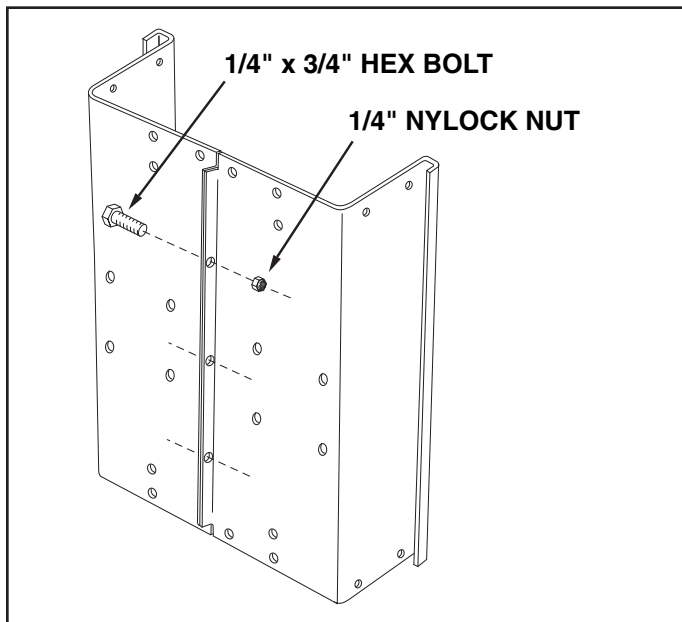

FIGURE 2
3. Position cart body halves upright on a smooth level surface such as a garage floor or a paved driveway. See figure 2.
4. Assemble halves together using three 1/4" x 3/4" hex bolts and 1/4" nylock nuts as shown in figure 2. **Do not tighten yet.**
3. Positionnez les éléments de moitié de carrosserie sur une surface lisse et de niveau comme par exemple sur le sol d'un garage ou une allée carrelée. Voir figure 2.
4. Assemblez les moitiés l'une à l'autre en utilisant trois boulons hex. 1/4" x 3/4" et des contre écrous hex. 1/4" comme montré dans la figure 2. **Ne serrez pas pour l'instant.**